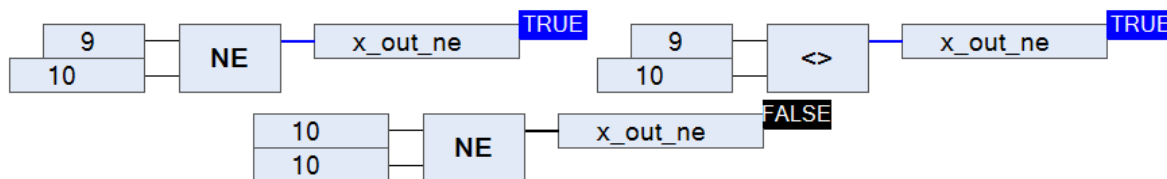

Рисунок 2.36 – Оператор сравнения «Не равно»
**Оператор сравнения «Не равно».** Оператор сравнения «Не равно» может обозначаться письменно как «NE», так и символьно «<>». Выполняет противоположные функции относительно оператора «Равно» (рис. 2.36).